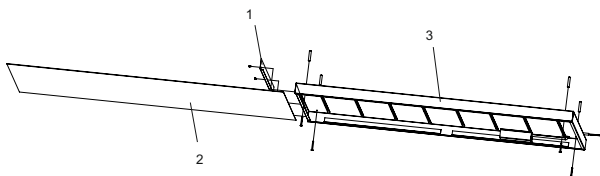

Рисунок 1
2.2 Накладной монтаж осуществляется следующим образом (см. рисунок 1):
- открутить три винта и снять боковую крышку (1) светодиодной панели;
- извлечь рассеиватель (2);
- закрепить корпус светодиодной панели (3) через имеющиеся отверстия непосредственно на поверхность потолка. Крепёж для накладного монтажа в комплекте не поставляется;
- в обратном порядке установить на корпус светодиодной панели (3) рассеиватель (2);
- установить боковую крышку (1) обратно и зафиксировать винтами.